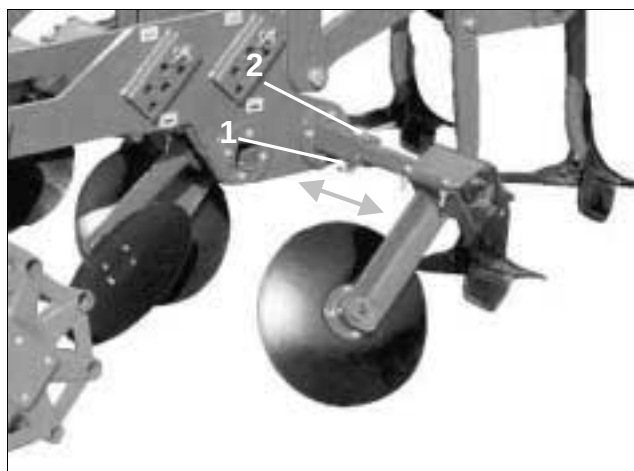

Fig. 9
- Ringsplitten (Fig. 9/1) løsnes.
- Bolten (Fig. 9/2) trækkes ud.